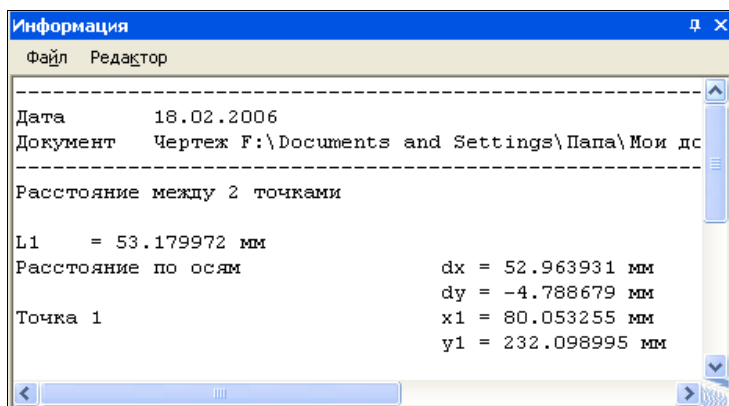

Рис. 19.3. Окно **Информация** с результатами измерения расстояния между двумя точками
- ◆ для определения расстояния между точками после вызова команды укажите курсором точки **t1** и **t2**, **t5** и **t6**. Система выведет на экран диалоговое окно **Информация** со значением расстояния между ними по осям  $X$ ,  $Y$ , а также координаты точек (рис. 19.3);